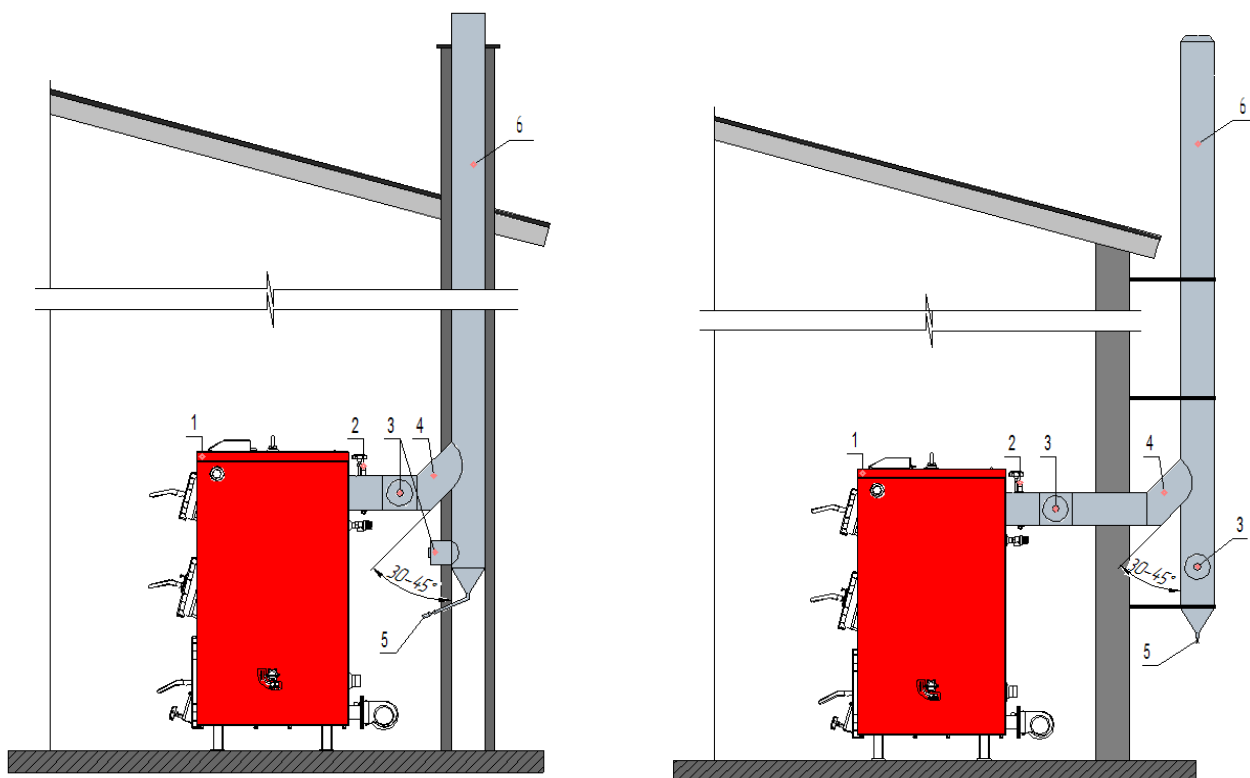

Рис.10 Рекомендованная схема по подсоединению котла к дымоходу
7.6.7. Запрещается монтировать дымоход (дымовую трубу) непосредственно на дымоходе котла. Рекомендованная монтажная схема подключения котла к дымоходу показана на (Рис.10).